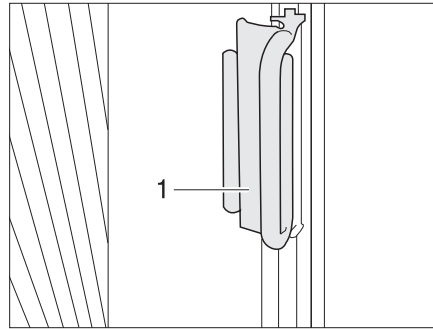

Bild 29 Verriegelung Faltdunklung Fahrer-/Beifahrerfenster
- Die Faltdunklungen für das Fahrerfenster und das Beifahrerfenster mit dem Griff (Bild 29,1) auf den Aufsatz schieben. Die Faltdunklung ist gesichert.